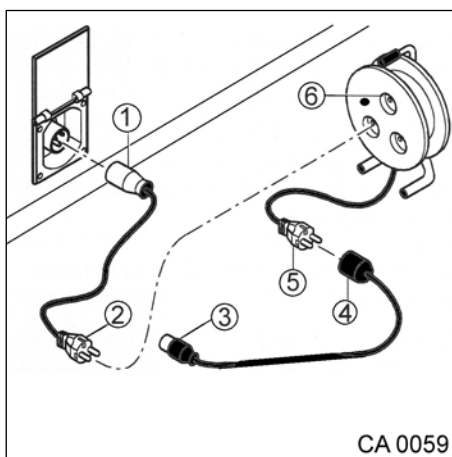

Fig. 42 Kabelanslutning
Från CEE-hona (Fig. 42, pos. 1) till vanlig stickkontakt (Fig. 42, pos. 2).
Kabelvinda (Fig. 42, pos. 6) med vanligt uttag och vanlig stickkontakt (Fig. 42, pos. 5).
Från vanlig honkontakt (Fig. 42, pos. 4) till CEE-hane (Fig. 42, pos. 3).
3. För in CEE-anslutningskopplingen (Fig. 42, pos. 1).
4. För in anslutningskopplingen (Fig. 42, pos. 3) i ställplatsens strömförsörjning.